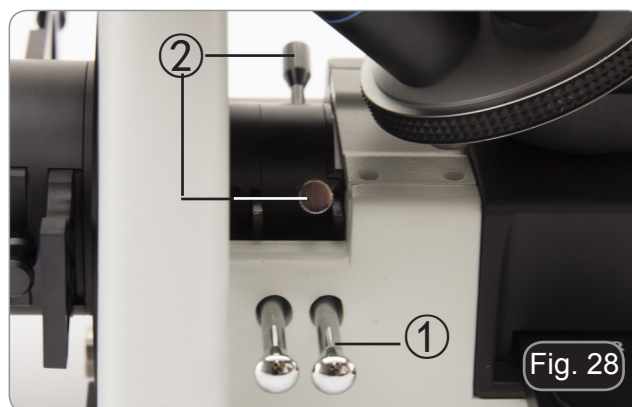

Fig. 28
2. Extraer la palanca de diafragma de campo ① para cerrar completamente el diafragma de campo. (Fig. 28)
3. Gire los dos tornillos de centrado ② para colocar la imagen del diafragma en el centro del campo de visión. (Fig. 28)